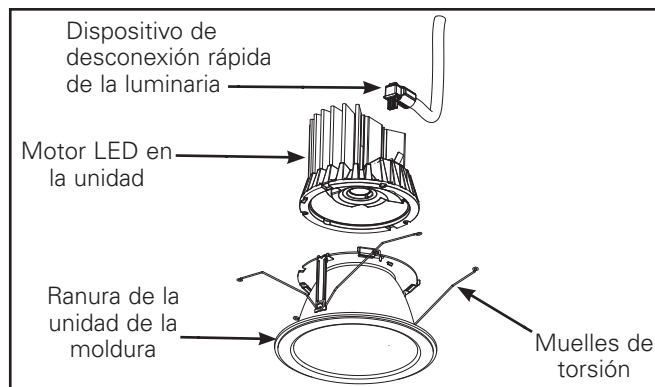

Figura 31
1. Coloque el extremo del conducto flexible a través de la apertura del marco en el techo tal que quede expuesta la parte superior del dispositivo de desconexión rápida (Figura 31).